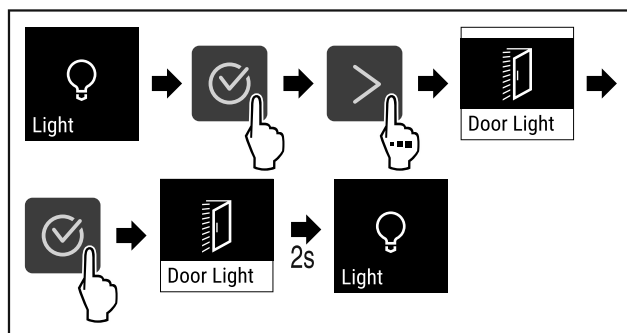

Fig. 69
- ▶ Følg anvisningene (se Fig. 69).